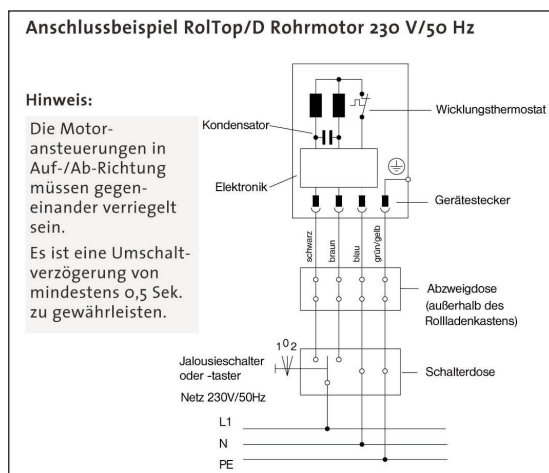

Bild 8
11.5 Anschlussbeispiel eines Rohrmotors (Bild 8)